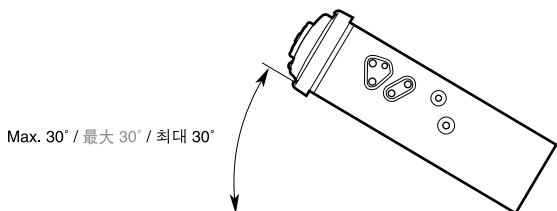

Figure 2 / 图 2 / 그림 2
- Install the unit within 30° of the horizontal plane. (Figure 2)
- 安装时，请使本装置与水平面的角度在30°以内。(图2)